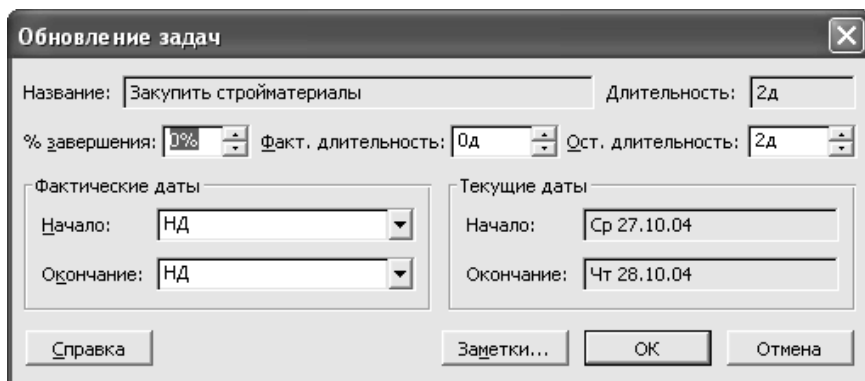

Рис. 51. Встановлення фактичної тривалості завдань
3. У меню **Сервіс** з підменю **Відстежування** виберіть команду **Відновити завдання**. (рис. 51).